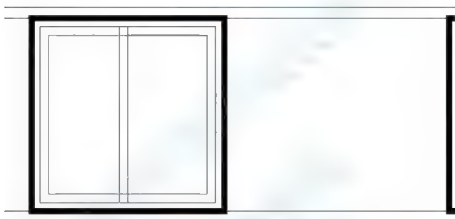

图 4.22 向左偏移中间线
- (5) 用【偏移】命令将上面绘制的中线向左偏移 80mm，结果如图 4.22 所示。